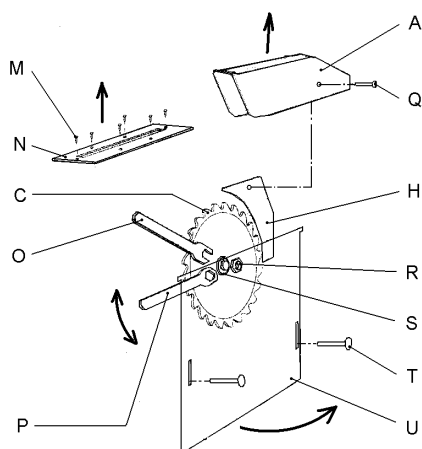

Fig. 3
Entfernen Sie die Sägeschutzhaube (A, Fig. 3) und die Tischeinlage (N).